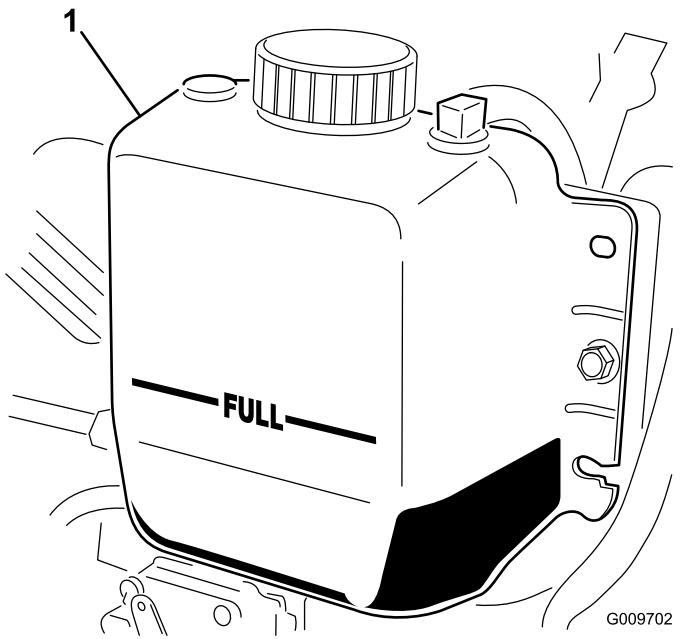

Figura 34
2. Verifique o nível do líquido de arrefecimento do radiador. O radiador deverá encontrar-se cheio de líquido até ao cimo do tubo de enchimento e o nível de líquido no depósito de expansão deverá atingir a marca FULL (cheio) (Figura 34).